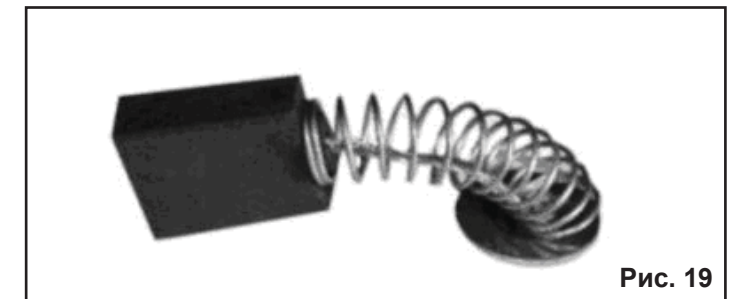

Рис. 19
14.2. Замена угольных щеток, (Рис. 19 и 20)
Заменяйте угольные щетки, когда они изношены до 4,8 мм их длины. Щетки необходимо менять парами. Замену щеток (см. Рис.19,20) для безопасной и надежной работы пилы необходимо проводить специалисту. Помните, что ремонт пилы должен проводиться в условиях сервисных центров, с использованием только оригинальных запасных частей и расходных материалов.